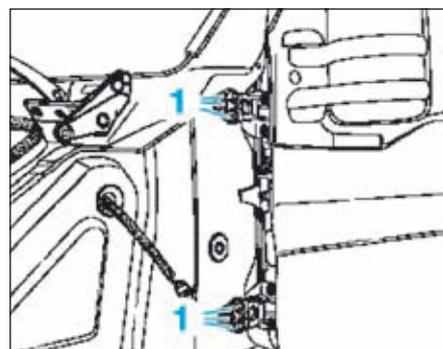

FIG.146
- les six vis de fixation (1) des charnières de porte (Fig.146).